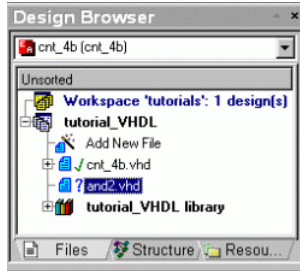

Рисунок 1.12 – Додавання файлу and2.vhd в проєкт
- 1.2.3.5 В результаті у вікні **Design Browser** з'явиться новий файл **and2.vhd** (рис.1.12).